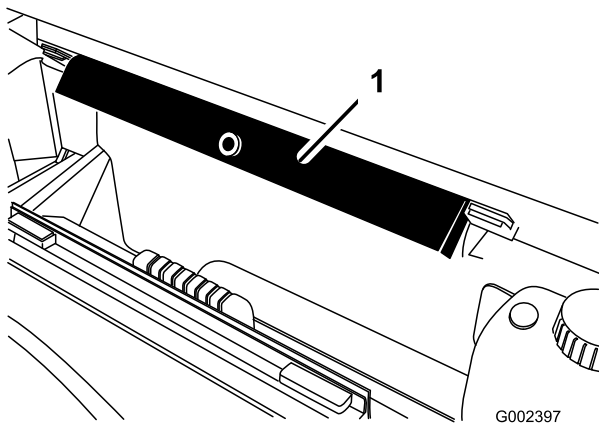

図 46
- ROPS パネルの後ろについている保管用ブラケットから荷台サポート（安全サポート）を取り外す（図 46）。